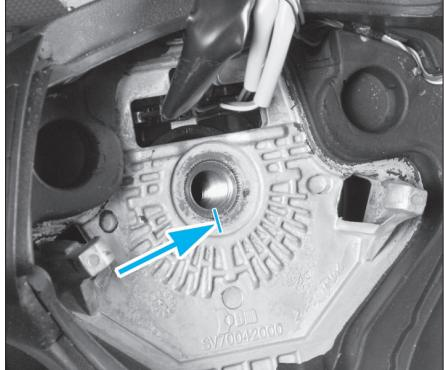

FIG. 2
- placer le volant en respectant les repères d'alignement (**Fig.2**).